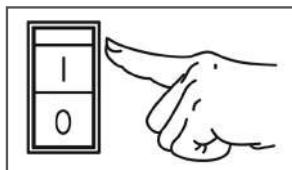

Рис. 13 Выключатель зажигания
- Выключатель зажигания на панели управления переведите в положение «I» (Вкл.) (Рис. 13).